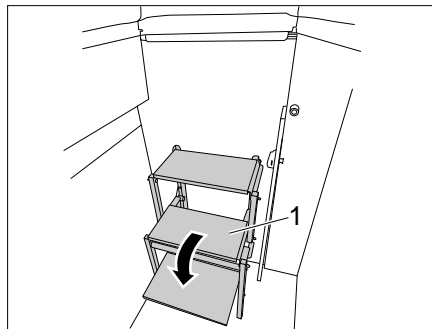

Bild 59 Trittleiter ausklappen
- Trittleiter (Bild 59,1) ausklappen.
- Trittleiter (Bild 59,1) einklappen.